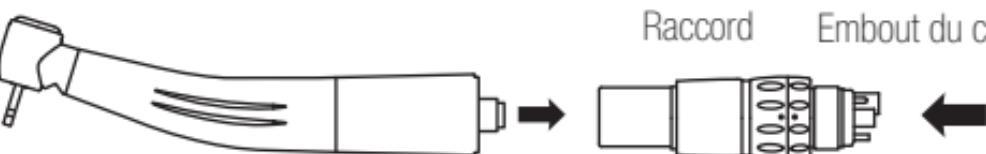

Fig. 3
- 1) Pour connecter, alignez et insérez correctement et fermement la broche du raccord dans les orifices de broche du cordon et fixez bien l'embout du cordon (Fig.3).